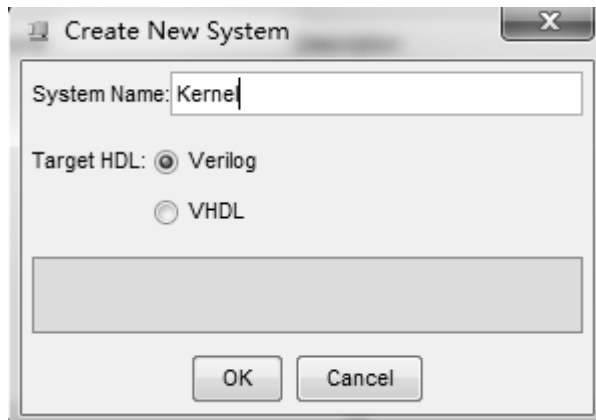

图 1-5 Create New System 对话框
(6) 点击 Tools 菜单中的 SOPC Builder，启动 SOPC Builder 工具，SOPC Builder 启动时显示 Create New System 对话框，见图 1-5。在对话框中的 System Name 中键入 Kernel，并在 Target HDL 中选择 Verilog，然后点击 OK，创建一个名为 Kernel 的 NIOS II 软核。如图 1-5 所示。